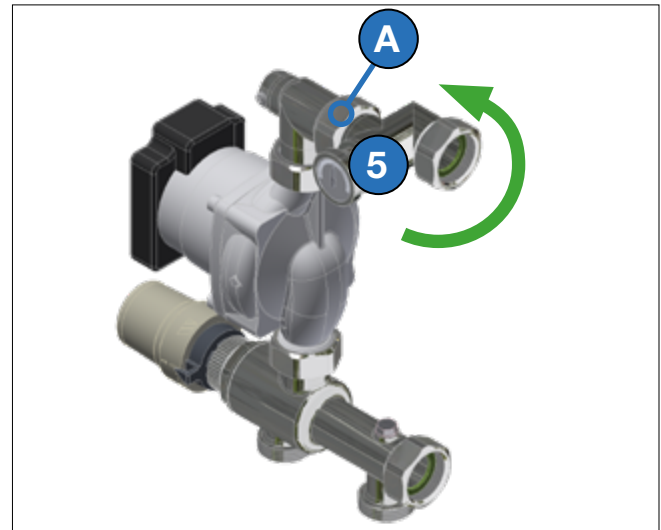

Fig. 8-1
**Le bloc régulateur de chauffage peut être monté à droite ou à gauche du collecteur ; il suffit de tourner également le raccord à vis excentrique (5, Fig. 8-1).**
1. Libérer l'écrou (A, Fig. 8-1)